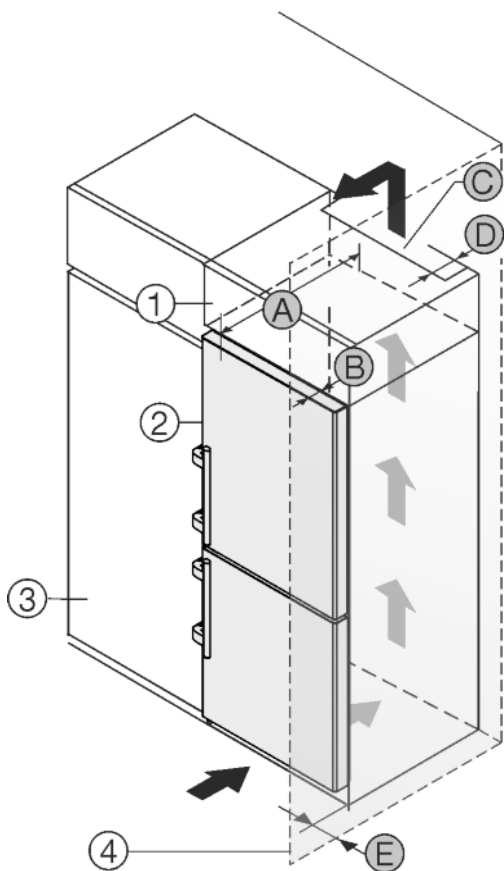

Fig. 51
Spotřebič lze zabudovat do kuchyňských skříní. K vyrovnání spotřebiče Fig. 51 (2) na výšku kuchyňské linky lze na přístroj nasadit nástavec Fig. 51 (1).
Spotřebič lze instalovat přímo vedle kuchyňské skřínky Fig. 51 (3). Aby bylo možné dvířka plně otevřít, musí spotřebič přesahovat o hloubku Fig. 51 (B) vůči přední linii kuchyňské skřínky. V závislosti na hloubce kuchyňských linek a použití vymezovačů odstupů od stěny může spotřebič vyčnívat dále.
- Na zadní straně skřínky nástavce musí být větrací šachta hluboká alespoň hloubku Fig. 51 (D) mm přes celou šířku nástavce skřínky.
- Pod stropem místnosti musí být dodržen ventilační průřez Fig. 51 (C).
Pokud je spotřebič se závěsy instalován vedle stěny Fig. 51 (4), musí být dodržena vzdálenost Fig. 51 (E) mezi spotřebičem a stěnou. To odpovídá přesahu madla při otevřených dveřích.